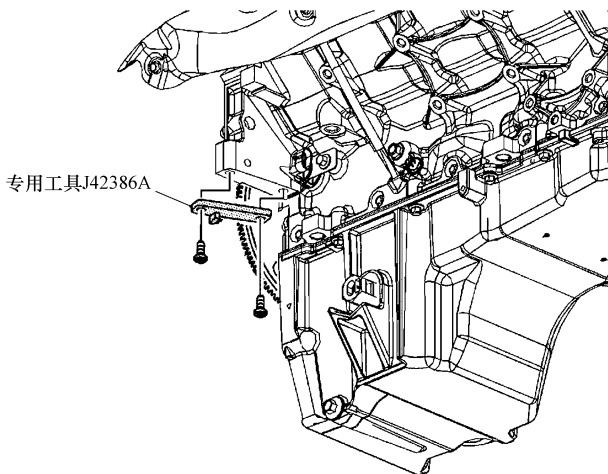

图 20-1 安装专用工具 J42386A
3) 安装专用工具 J42386A (图 20-1) 和螺栓, 一个螺栓规格为 M10-1.5 × 120mm, 另一个螺栓的规格为 M10-1.5 × 45mm, 确保专用工具 J42386A 的齿与发动机飞轮齿啮合。将螺栓紧固到 50N · m。